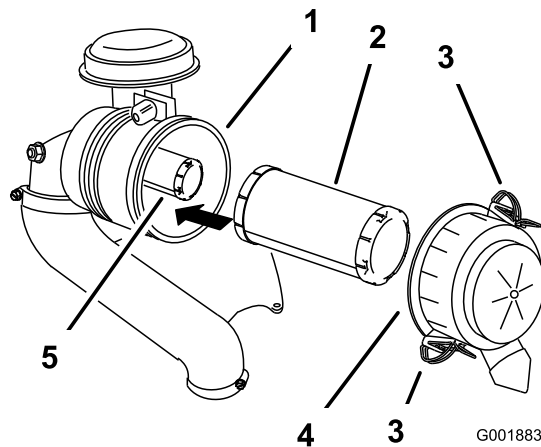

Figure 37
4. Déverrouillez le filtre à air et détachez le couvercle du boîtier du filtre (Figure 37).
6. Sortez le préfiltre du boîtier du filtre avec précaution (Figure 37).
2. Si vous remplacez l'élément intérieur, insérez-le avec précaution dans le corps du filtre (Figure 37).
3. Glissez ensuite le préfiltre sur l'élément intérieur avec le même soin (Figure 37).
4. Remettez en place et verrouillez le couvercle du filtre à air (Figure 37).